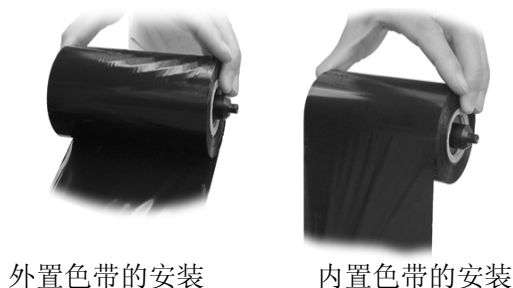

图 4
- a) 确定色带内、外制方式，按如图 4 所示 将色带装入色带发放轴芯上；